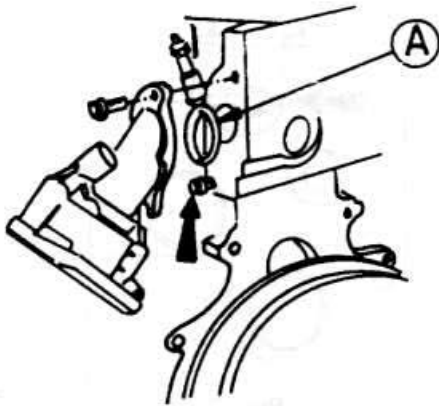

Рис. 2.58
- ♦ Установите по рис. 2.58 вакуумный насос: